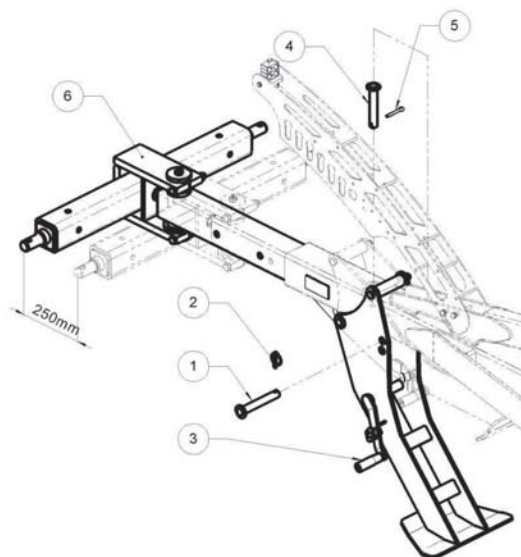

Fig. 7 Standaard en dissel
- het inklappen van de standaard (Fig. 7) p de volgende manier:
- » de pin (2) eruit halen en de bout (1) verwijderen
- » bij de hendel (3) vatten en de standaard omhoog trekken.
- » de bout (1) terug doen en beveiligen met de pin (2)
De lengte van de dissel van de machine Germinator Pro kan zó worden verlengd, dat tijdens het nemen van een bocht er genoeg ruimte voor de trekker is. In het geval van het gebruik van dubbele achterbanden kan het nodig zijn om de dissel te verlengen (Fig. 7).
- De standaard naar beneden doen (Fig. 7):
- » bij de hendel (3) vatten en de standaard naar beneden trekken
- De standaard neer laten podporową (Fig. 7):
- De standaard neer laten (Fig. 7):
- » bij de hendel (3) vatten en de standaard naar beneden trekken.